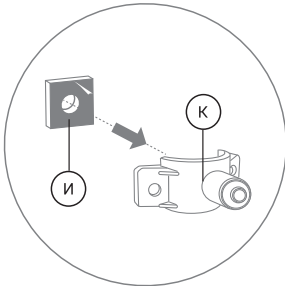

Рис. 9
2. Снимите с уплотнительной прокладки (И) защитную пленку. Приклейте прокладку с внутренней стороны хомута (К), одновременно совмещая отверстие в прокладке с отверстием в штуцере хомута (рис. 9).